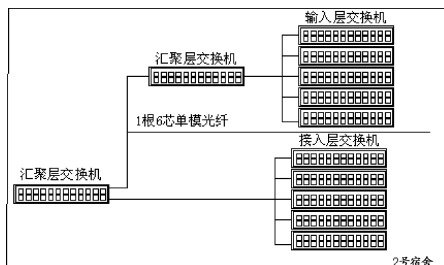

图 15-124 2 号宿舍示意图
(2) 绘制 2 号宿舍示意图。采用相同的方法，将交换机摆放成如图 15-124 所示的位置，单击“默认”选项卡“绘图”面板中的“多段线”按钮，将它们连接起来；单击“默认”选项卡“绘图”面板中的“矩形”按钮，在外轮廓上绘制一个矩形，并添加文字注释，表示这个部分为 2 号宿舍。
(3) 绘制学生食堂和浴室示意图。采用相同的方法绘制学生食堂和浴室示意图，结果